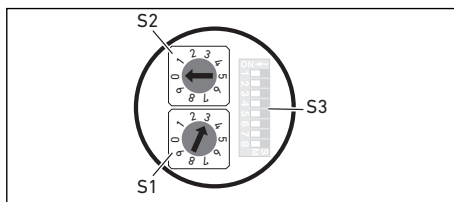

Fig. 8: Conmutadores de dirección S1, S2 y conmutador de modo S3 del acoplador de bus
La dirección de estación se configura a través de los dos conmutadores S1 y S2 (véase Fig. 8).
- ▶ Asigne libremente con S1 y S2 (véase Fig. 8) la dirección de estación de 1 a 99:
El conmutador de modo S3 para la configuración de los mensajes de diagnóstico se encuentra debajo del racor PG A (véase Fig. 8 en la pág. 260).